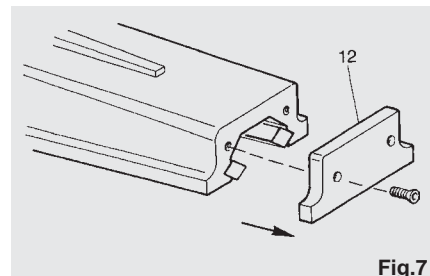

Fig.7
En dedækslet (12) for enden af armen tages af (se fig. 7).